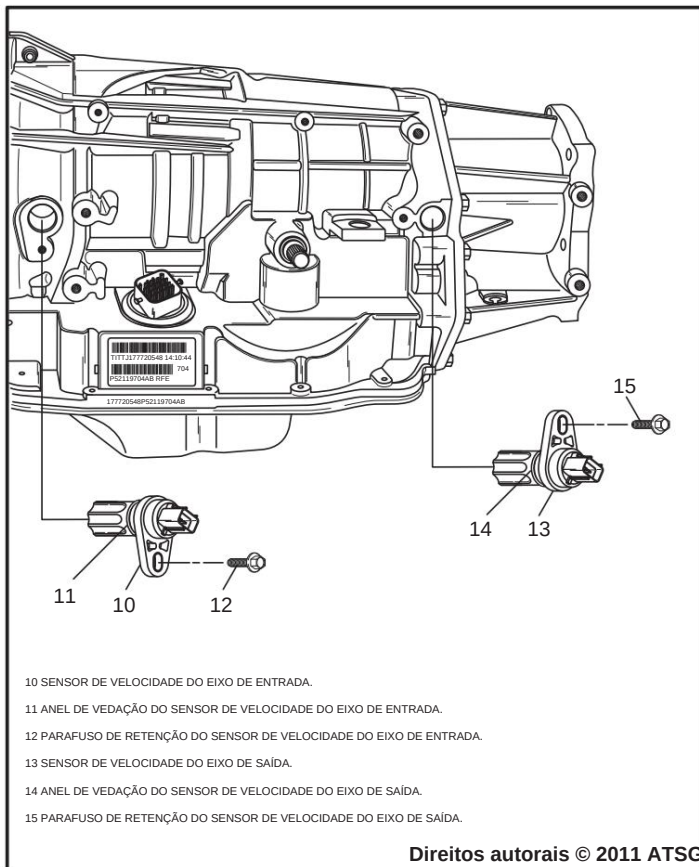

Figura 34
6. Remova os sensores de velocidade de entrada e saída da caixa, conforme mostrado na Figura 34, remova e descarte os dois anéis de vedação.